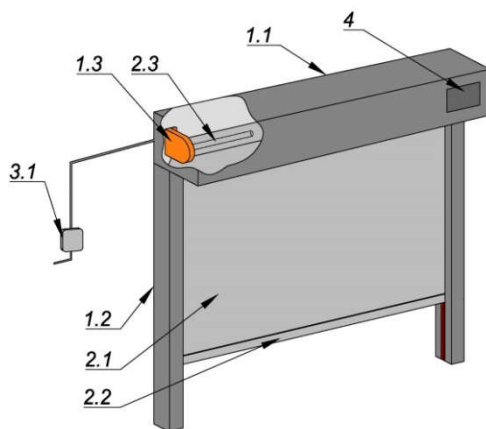

Рис. 1 Противодымный экран (штора)
4.1 Конструктивное исполнение приведено на рис.1.